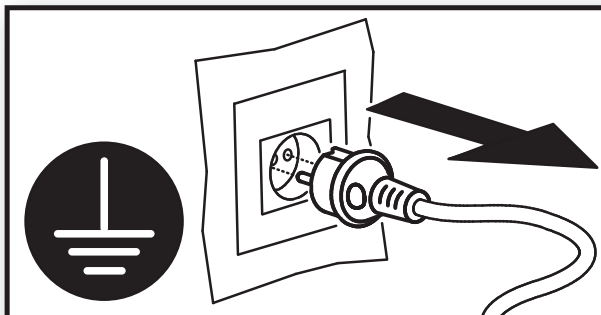

Fig. 26
▶ 9.4.Deconectați aparatul de la rețeaua electrică (Fig. 26).